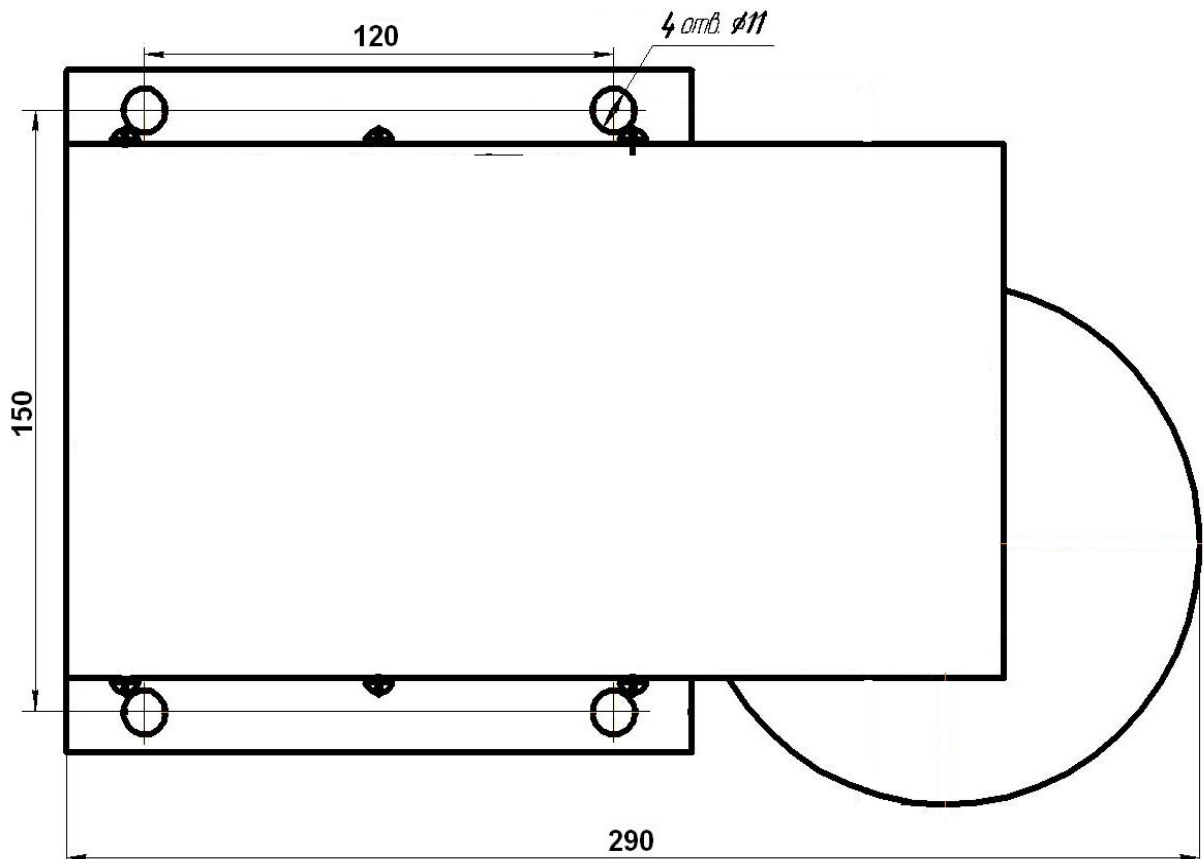

Рис.2. Установочные размеры датчика
4.2. Установочные размеры датчика показаны на рис.2.